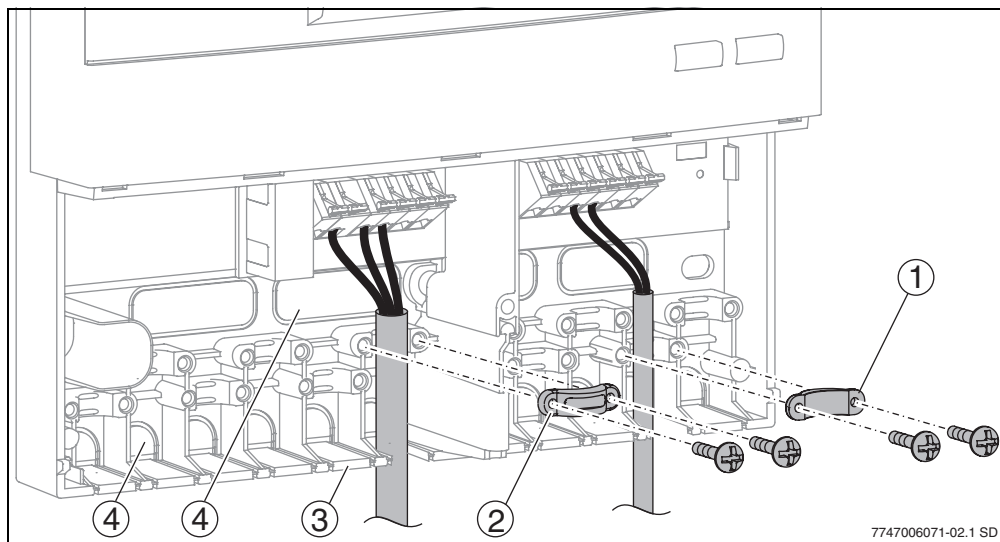

Bild 5 Durchführung und Befestigung der Kabel
Die Kabel können je nach Montagesituation von hinten (→ Bild 5, Pos. 4) oder von unten (→ Bild 5, Pos. 3) ins Gehäuse geführt werden.
- Kabeldurchführung (→ Bild 5) mit Messer heraustrennen, damit keine scharfen Kanten bleiben.
- Kabel mit der entsprechenden Zugentlastung (→ Bild 5, Pos. 2) sichern. Die Zugentlastung kann auch gedreht montiert werden (→ Bild 5, Pos.1).